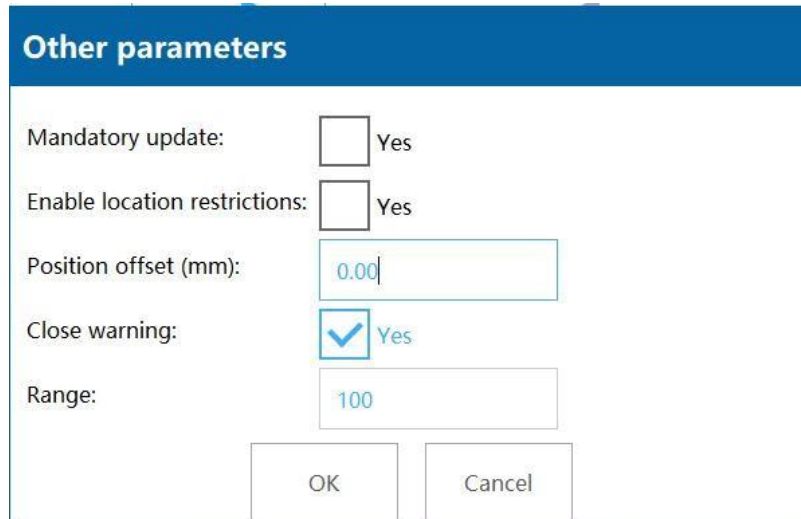

Figura 3-7
**Outros parâmetros:** A interface é mostrada na figura 3-7.